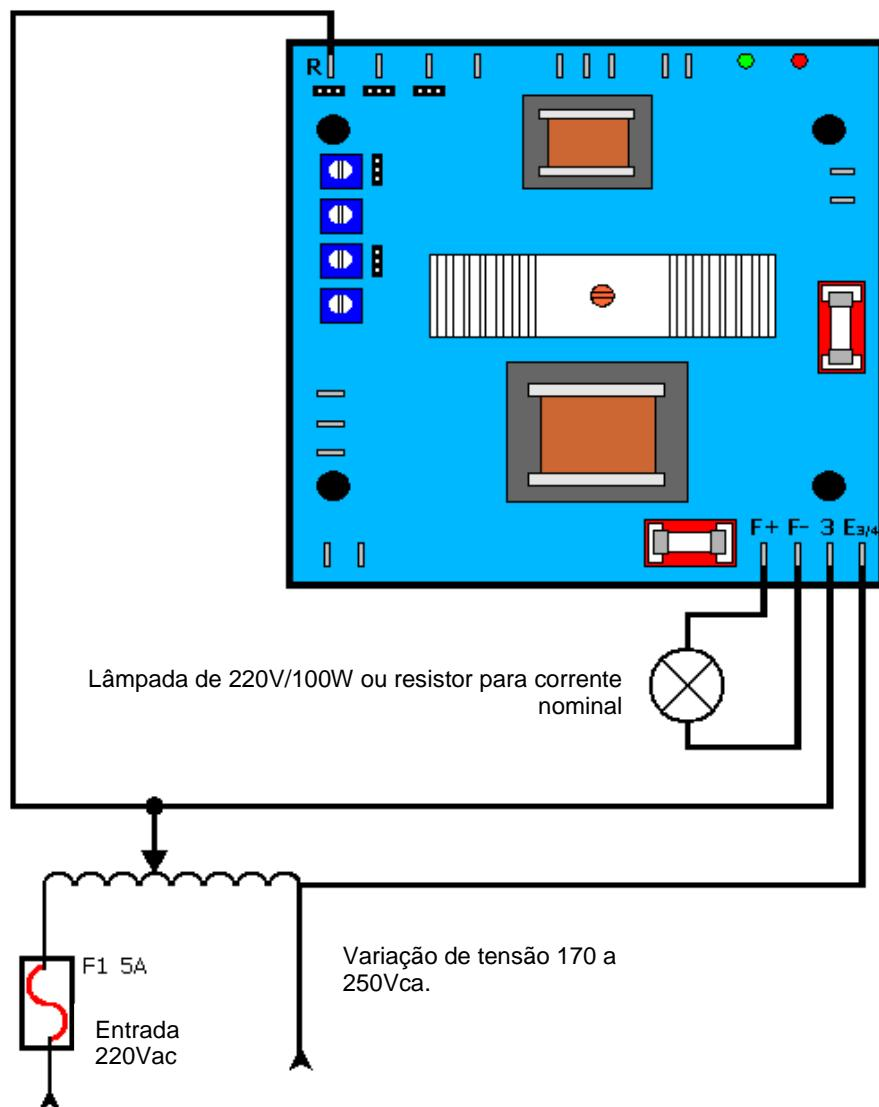

Figura 20.1 - Ligação do regulador sem gerador
1. A tensão da lâmpada deve ser igual ou superior à tensão aplicada na entrada. A figura 20.1 apresenta um exemplo utilizando uma lâmpada de 220V/100W.
21. DIMENSÃO DOS MODELOS WRGA-02 /D (MM)